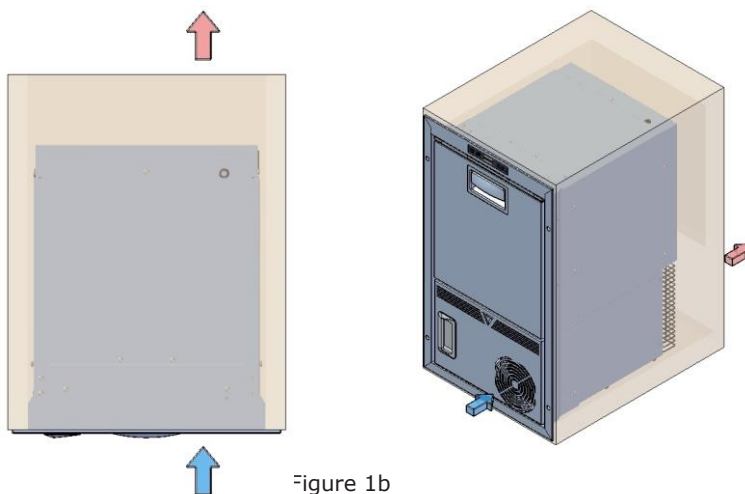

Figure 1b
- Pour les situations d'encaissement avec des étagères en contact avec les parties supérieure et inférieure de l'appareil, réaliser les ouvertures de ventilation au-dessus et au-dessous de l'appareil comme indiqué en fig.1b.